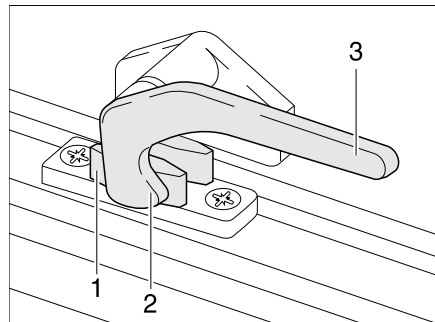

Bild 52 Verriegelungshebel in Stellung "geschlossen"
- Den Verriegelungshebel (Bild 52,3) eine viertel Umdrehung zur Fenstermitte hin drehen.
- Den Verriegelungshebel (Bild 52,3) eine viertel Umdrehung zum Fenster-rahmen hin drehen. Die Verriegelungsnase (Bild 52,2) liegt auf der Innenseite der Fensterverriegelung (Bild 52,1).
- in Stellung "fest verschlossen" (Bild 52).